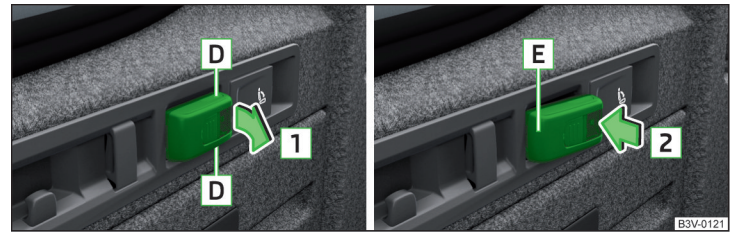

Abb. 138 Herausnehmbare Leuchte: herausnehmen/einsetzen
- › Zum **Herausnehmen** die Leuchte im Bereich **[D]** fassen und in Pfeilrichtung **[1]** ausschwenken » **Abb. 138**.
- › Zum **Einsetzen** die Leuchte zuerst mit dem hinteren Teil **[E]** in die Halterung einsetzen » **Abb. 138** und danach die Leuchte in Pfeilrichtung **[2]** nachdrücken, bis diese hörbar einrastet.